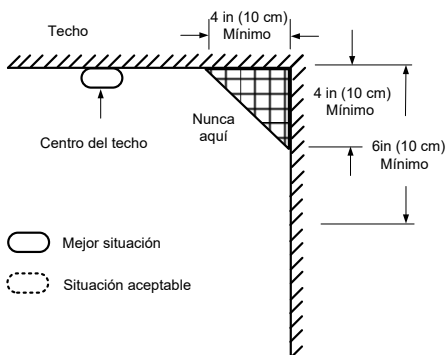
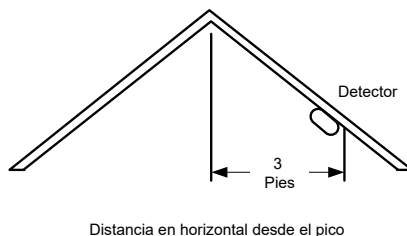

Figura 3: Recomendaciones sobre las ubicaciones de instalación recomendadas para instalar detectores de humo/calor.
Figura 4: Ubicación de instalación recomendada para detectores de humo/calor en habitaciones con techos inclinados o abuhardillados (inclinación >20 grados).
- Instale detectores de humo/calor lo más cerca posible del centro del techo. Si no es posible, instale el detector como mínimo a 30 cm de las paredes o esquinas, no más cerca (*ver la Figura 3*).
- Si no es posible instalar el dispositivo en el techo y las autoridades locales o nacionales le permiten instalar detectores en las paredes, instale el detector en las paredes a una distancia de 30 cm–50 cm del techo (*ver la Figura 3*).
- Si su casa tiene techos inclinados o abuhardillados, intente instalar los detectores a 90 cm del punto más elevado del techo, midiendo en horizontal (ver la Figura 4).
- En zonas con aire en calma, como debajo de tejados en punta o en rincones entre las paredes y el techo. El aire en calma puede impedir que el humo llegue al detector (*ver la Figura 3 y la Figura 4 para conocer las ubicaciones de instalación recomendadas*).